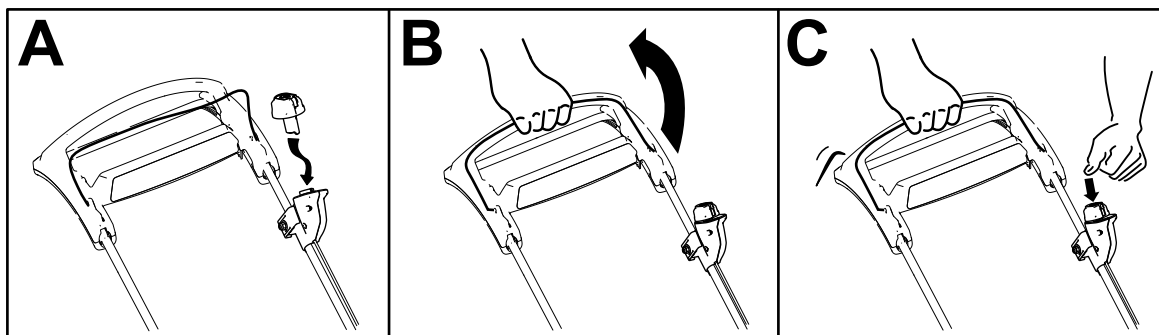

Figure 13
2. Insérez le bouton de démarrage électrique dans le commutateur de démarrage électrique (A de Figure 13).
3. Serrez et maintenez la barre de commande de la lame contre le guidon pendant 2 secondes (B de la Figure 13).
4. Maintenez le bouton de démarrage électrique enfoncé jusqu'à ce que le moteur démarre (C de la Figure 13).